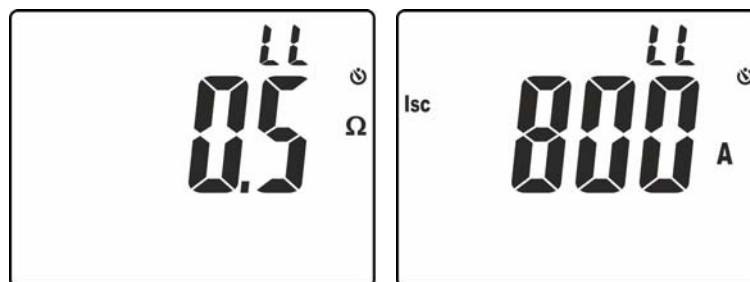

Fig. 28: Résultats de la mesure d'impédance Loop L-L
12. La page-écran de Fig. 28, à gauche, affiche la valeur de l'impédance de Loop L-L. Cliquer sur les touches $\blacktriangledown/\boxtimes$ ou \blacktriangle pour afficher la valeur de court-circuit présumé **isc** (voir § 9.3)